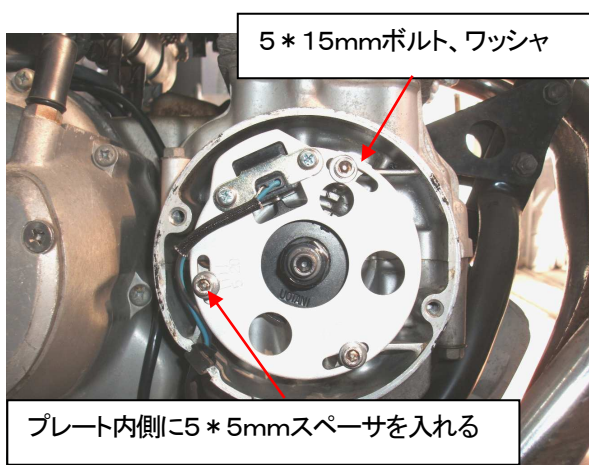

図3、SP II タイミングプレート
- ③SP II ピックアップコイルASSY(タイミングプレート付)を付属の5 * 15mmボルト、5mmワッシャ、5 * 5mmスペーサを使用して装着してください。ピックアップコイルのエアギャップを0. 4~0. 6mmに調整して下さい(図3、4、5)。
- ④9ページ「プラグコードコネクタ装着方法」に従ってプラグコードを SP II コイルに装着して下さい。プラグコード / キャップはリーク防止のため、新品又は良品を使用して下さい。